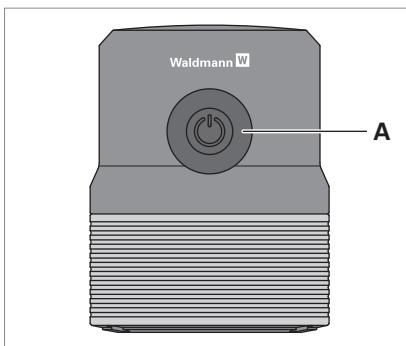

Fig. 5: Touche.
- ▶ Pour allumer et éteindre le luminaire, appuyer sur la touche **A** sur la partie supérieure de la tête du luminaire, voir Fig. 5.
- ▶ Pour passer en mode variation de lumière, appuyez sur la touche **A** et maintenez-la appuyée pendant 10 s, voir Fig. 5.